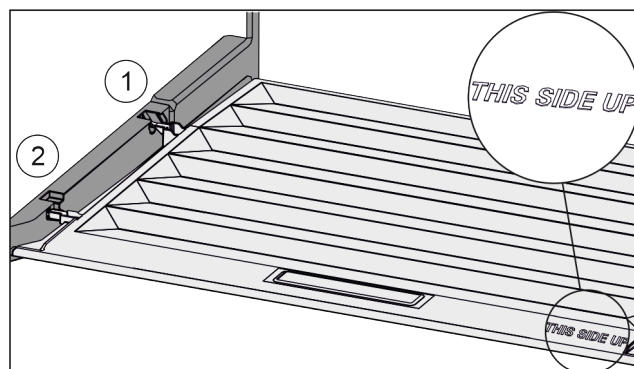

Fig. 125
- ▶ Вставить поперечные ребра через отверстие заднего держателя Fig. 125 (1) и защелкнуть спереди в держателе Fig. 125 (2).